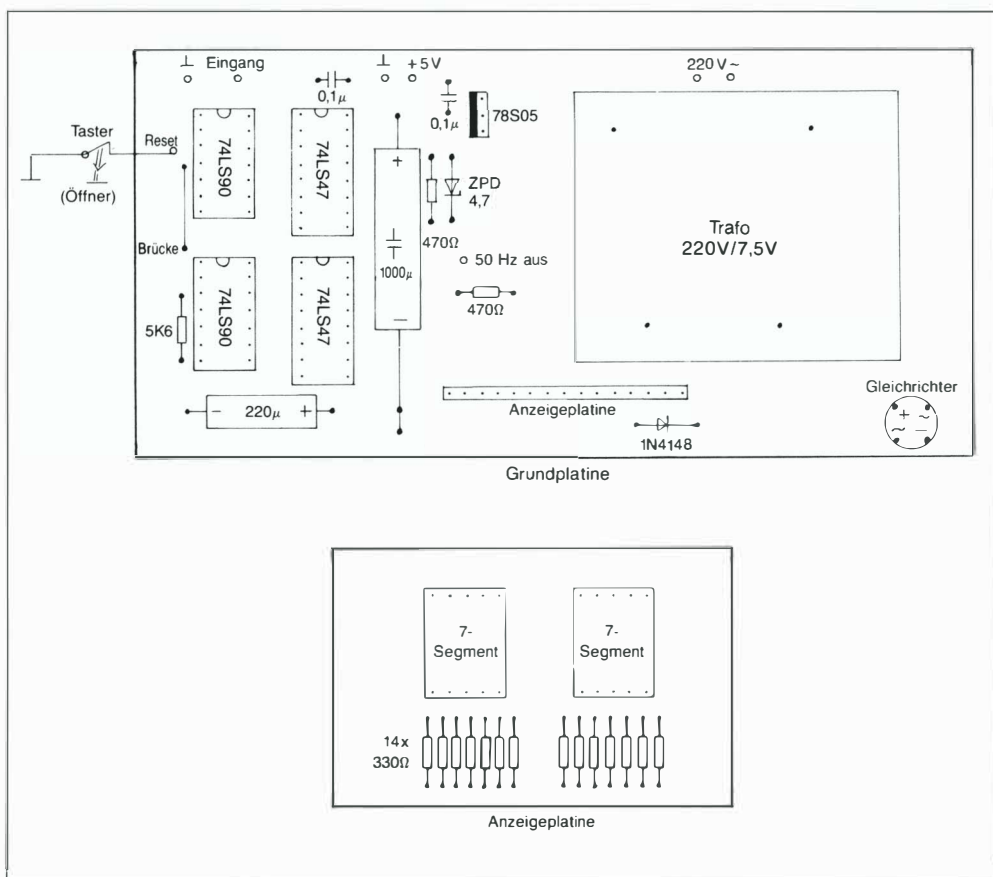

Bild 1.31: Bestückung der Zähler-Platinen
Bestücken Sie nun die Anzeigeplatine nach dem Plan in Bild 1.31, Seite 42. Um die beiden Platinen später mechanisch genügend fest verbinden zu können, sollten die Anschlußdrähtchen der Vorwiderstände auf der unteren Seite zunächst nur parallel zur Platine umgebogen, aber noch nicht verlötet werden.
Danach widmen Sie sich der Hauptplatine. Vorlage ist wieder der Bestückungsplan (Bild 1.31). Beginnen Sie mit der eingezeichneten Brücke und löten Sie den Trafo noch nicht (!) fest.
- 1 einseitige Leiterplatte (Anzeigeteil) nach Bild 1.31